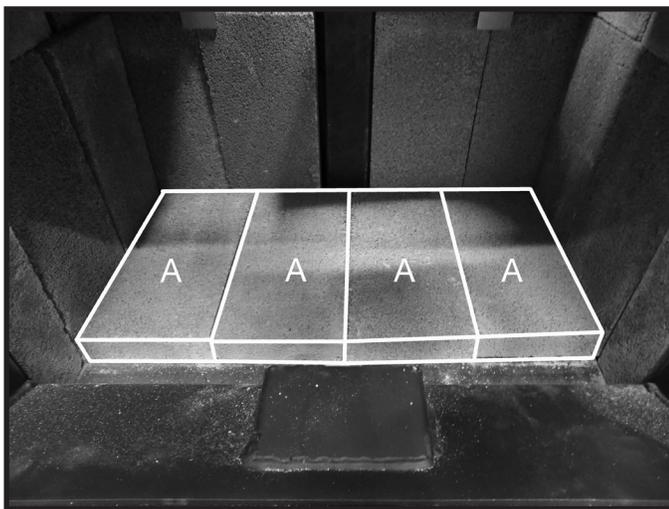

Figure 17: Briques de quatre étages en place.
- Placez quatre briques réfractaires "A" sur le sol de la chambre de combustion, comme indiqué (à la Figure 17).